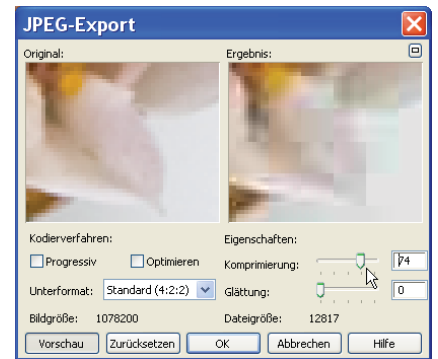

Abb. 5-3: Steuerung der Bildqualität beim JPEG-Export in Corel
- Bei einem hohen Komprimierungsgrad läßt die Bildqualität spürbar nach und bei starker Vergrößerung (Abb. 5-3) wird der Komprimierungseffekt, die Entstehung sogenannter Artefakte, sichtbar.
- Die Komprimierung erkennt die farbliche Verwandtschaft von benachbarten Farbtönen und fasst diese zu einem neuen Farbton zusammen, d.h. sie verändert die ursprünglich vorhandene Farbinformation! Der JPEG-Algorithmus bildet Blöcke von 8 mal 8 Pixeln und ändert die Farben der Pixel so, daß möglichst viele gleiche Pixelmuster entstehen (Abb. 5-3).
- Für den Speichervorgang sind Programme zu bevorzugen, mit denen die Komprimierung gesteuert werden kann, idealerweise visuell³² (Abb. 5-3).
Bei reinen Schwarz-Weiß-Darstellungen wie z.B. Konstruktionszeichnungen oder Text ist JPG als Speicherformat völlig ungeeignet. Da das Format keine Farbtiefe von 1 Bit zuläßt, erfolgt beim Speichern die Umwandlung in ein Graustufenbild und durch die unvermeidliche Komprimierung eine Neuinterpretation der Bildinformation. Es entstehen graue Pixel in der Nachbarschaft von zuvor scharfen Kanten, die dadurch unsauber und weniger scharf wirken (Abb. 5-3). Daher sind auch hier die Formate TIF, GIF und PNG zu bevorzugen.